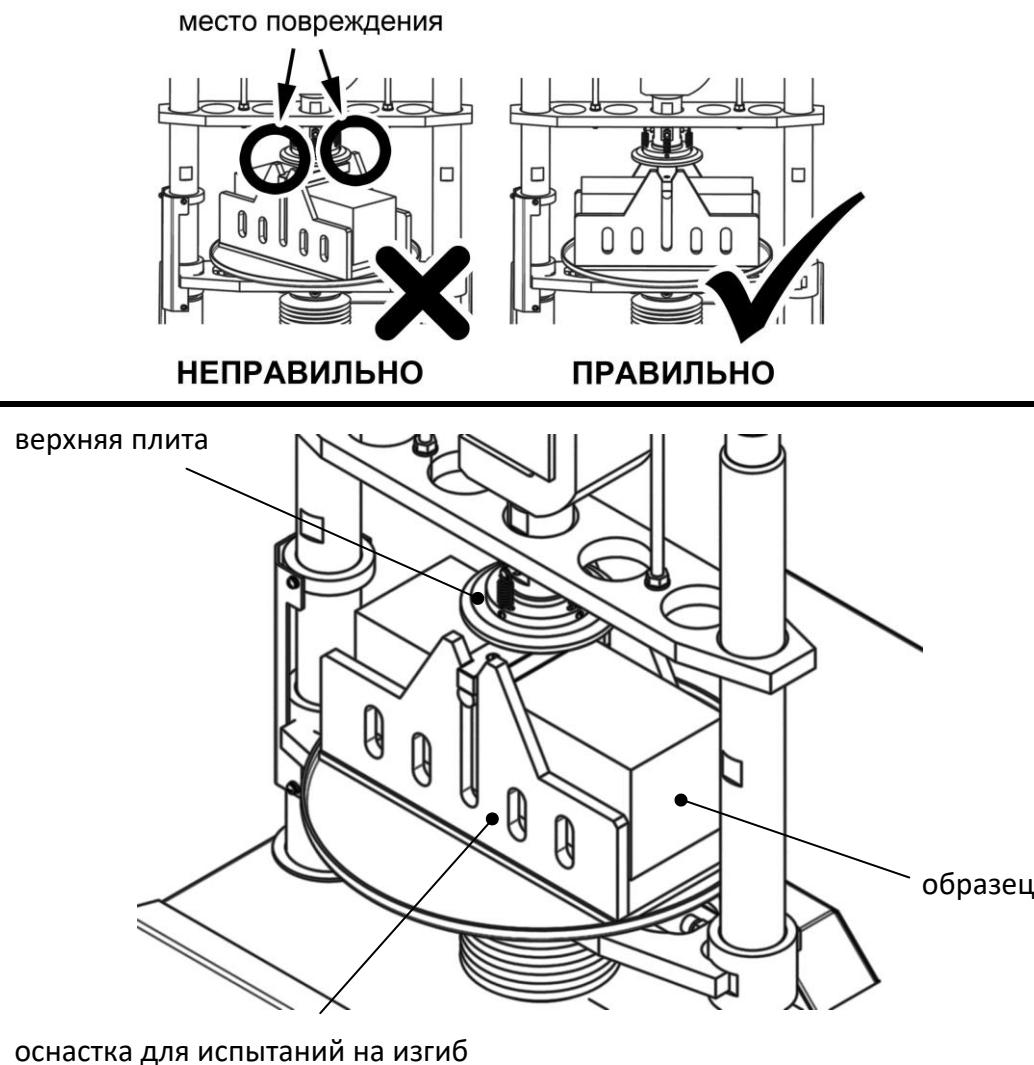

Рисунок 21 – Подготовка образца к испытанию
4.5.5.2 Образец, подготовленный в соответствии с методом испытания, установить в оснастку (рисунок 21, страница 21).